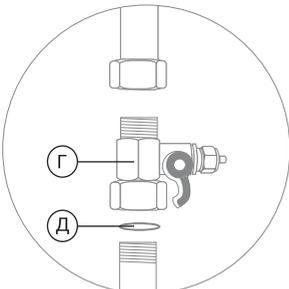

Рис. 3
1. Установите адаптер-вентиль (Г) между магистралью холодной воды и гибкой подводкой вашего смесителя. Уплотните соединение адаптера-вентиля с магистралью при помощи поставляемого в комплекте уплотнительного кольца (Д) (рис. 3).